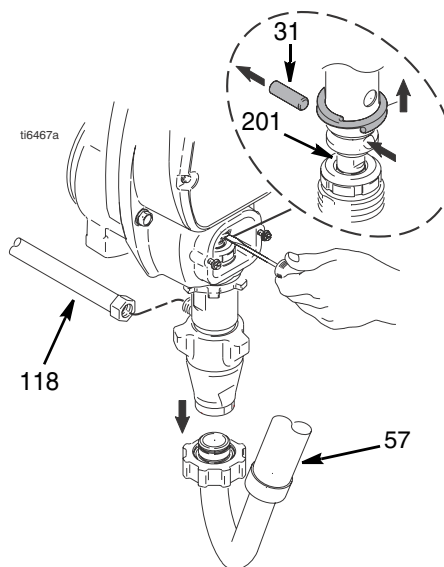

FIG. 16
2. FIG. 16. Arrêter la pompe avec la tige de piston (201) en position basse.
4. FIG. 16. Enlever le flexible (118) et le flexible d'aspiration (57). Utiliser un tournevis; relever le ressort et sortir la broche (31).